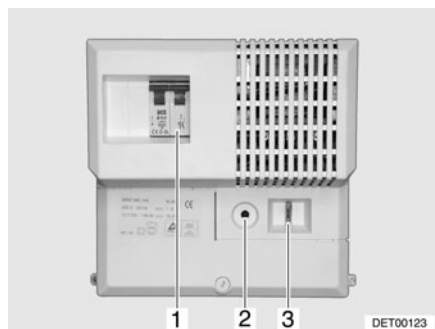

Fig. 95 Fuente de alimentación
En la fuente de alimentación están integrados el fusible automático de 230 V (Fig. 95,1), la protección contra sobrecargas (Fig. 95,2) y el fusible principal (Fig. 95,3).
- Pulsar el botón de mando de la protección contra sobrecargas (Fig. 95,2) (posición "On").